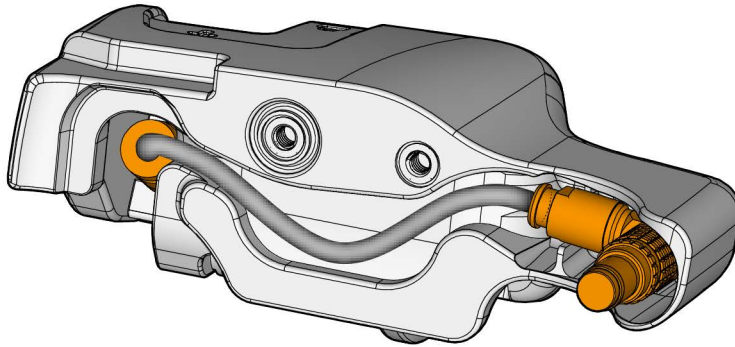

Figura 2-7 Roteamento do cabo do codificador de índice
3. Inverta as etapas para a instalação. Certifique-se de que o cabo do codificador seja roteado corretamente dentro do corpo do codificador. Veja a Figura 2-7 na página 50.